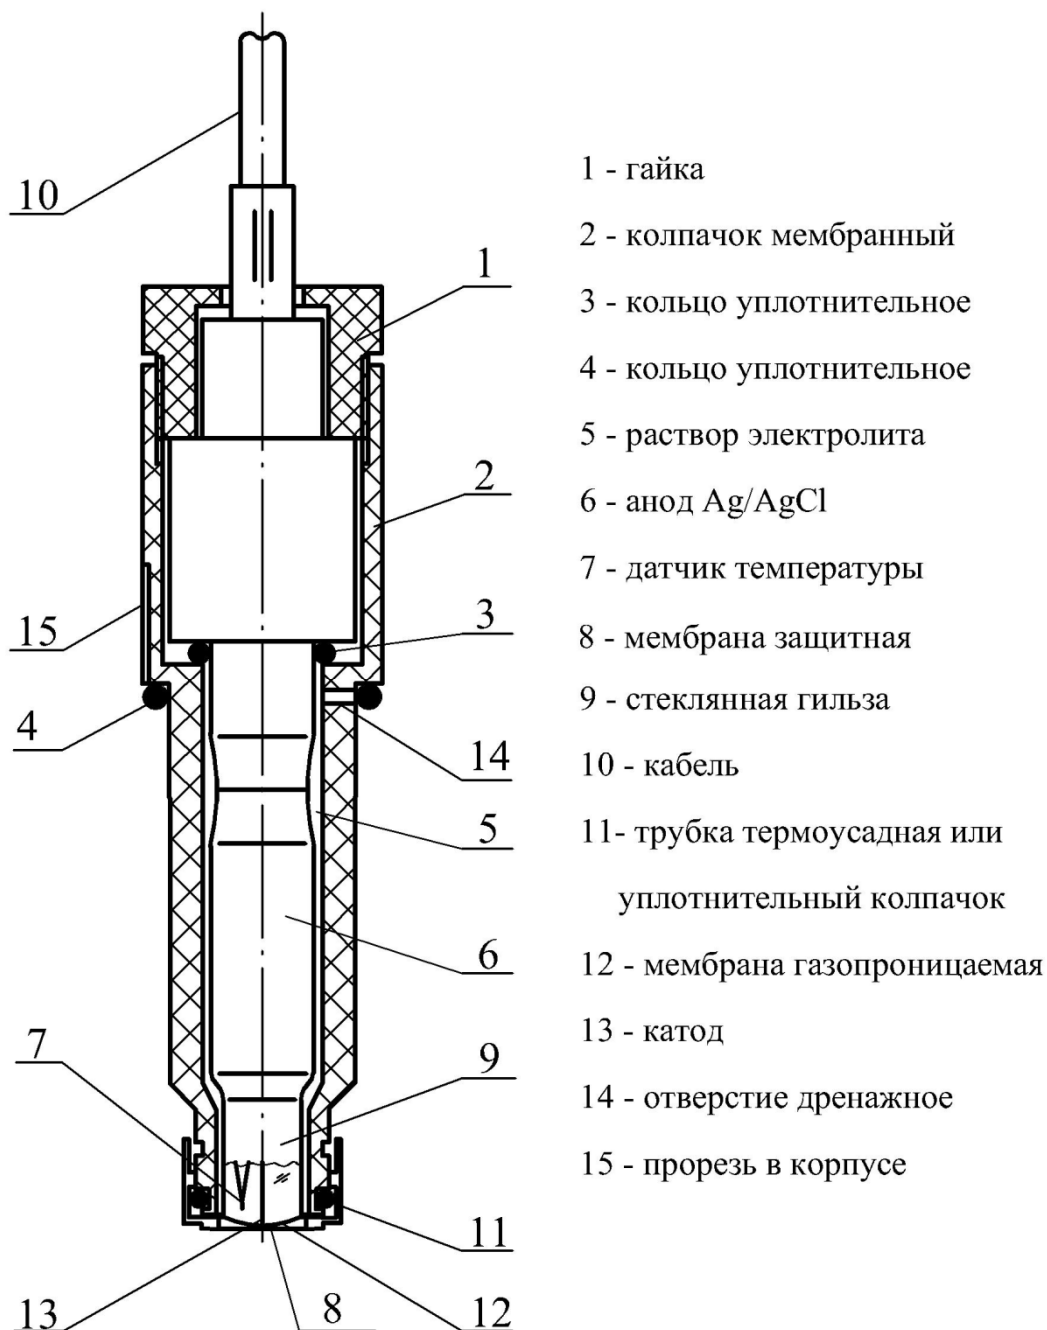

Рис. 3.7. Внешний вид ASrO_2 -02.
1. Сдвиньте резиновое кольцо на боковой поверхности мембранного колпачка на 1-2 мм ниже дренажного отверстия (см. рис. 3.7).
2. Возьмите электродный ансамбль и медленно вставьте его в мембранный колпачок в вертикальном положении. Избыток раствора электролита должен выступить через дренажное отверстие 14 (см. рис. 3.7).
При установке амперометрического сенсора в измерительную камеру необходимо проверить наличие герметизирующего кольца 4 и уплотнительного колпачка 11 (см. рис. 3.7).